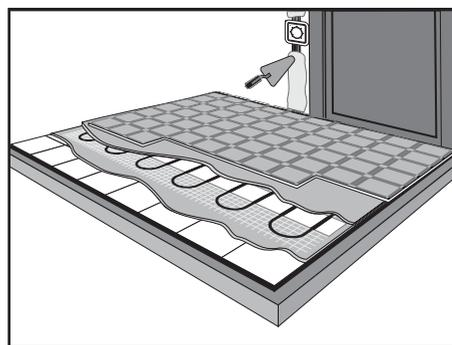

Рис. 17
15) Заделайте раствором канавку на стене, в которой подведены к терморегулятору провода питания и заземляющего контура, установочные провода нагревательного мата, соединительные провода датчика температуры в гофрированной трубке (рис.17).